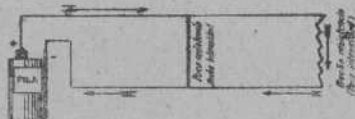

FIG. 2
**CIRCUITOS DERIVADOS.** — Si ponemos dos conductores uno al lado de otro y con sus puntas unidas al mismo tiempo a los bornes de la pila, presentaremos a la corriente dos caminos para recorrer, pues se puede ir por el uno o por el otro. En la práctica, lo que hará será irse por los dos al mismo tiempo (o por los que hubiere), pero no se irá en igual proporción por el uno que por el otro, sino en mayor cantidad (*más intensidad*) por el sitio donde encuentre *menos resistencia* (fig. 2) y en la misma relación; es decir, que si un circuito tiene 15 ohmios de resistencia y el otro 5, por éste (que tiene la tercera parte de resistencia) pasará más corriente que por el primero.